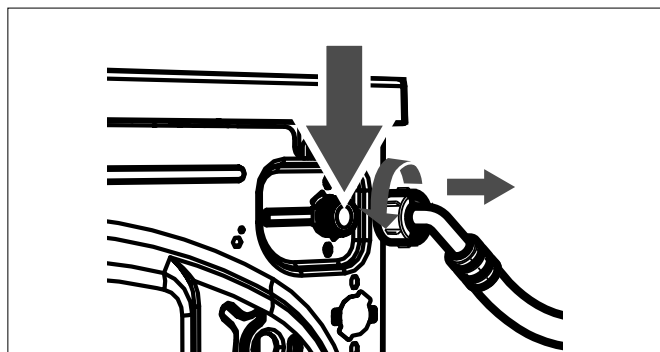

**Abb. 23**
- ▶ Ziehen Sie den Netzstecker (4) aus der Steckdose.
- ▶ Legen Sie einen flachen Auffangbehälter (z. B. ein Backblech) oder ein sehr saugfähiges Tuch unter die Abdeckung (6) des Pumpenfilters (siehe **Abb. 23**).
- ▶ Drehen Sie den Filter leicht entgegen dem Uhrzeigersinn heraus und entnehmen Sie ihn nach dem vollständigen Ablauf des Restwassers (siehe **Abb. 23**).